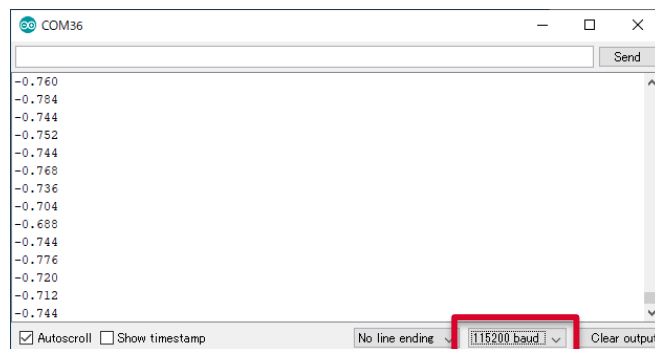

Figure 6. Serial Monitor 画面
5. Serial Monitor の baudrate を 115200 に設定しログを確認 (Figure 6)